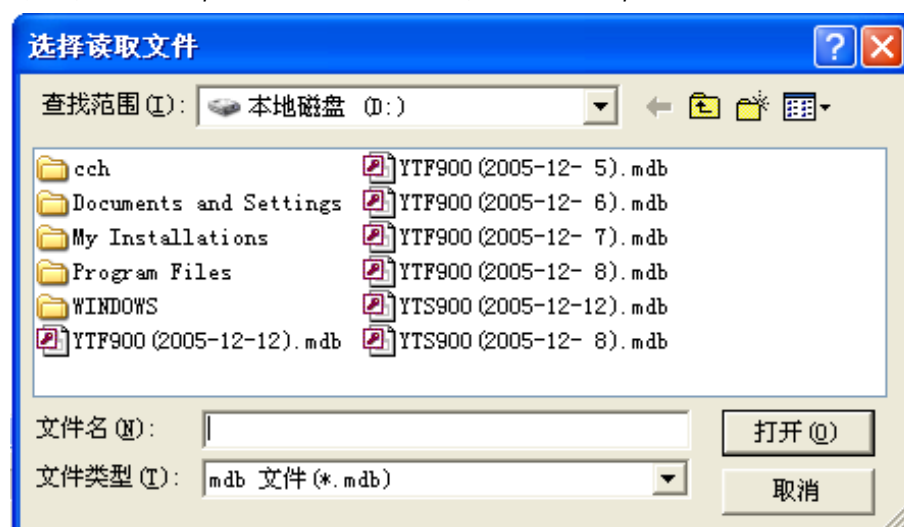

图 31
3) 单击“打开文件”按钮，将显示“选择读取文件”对话框，如图 31
单击“打开文件”按钮，将显示“选择读取文件”对话框，如图 31。